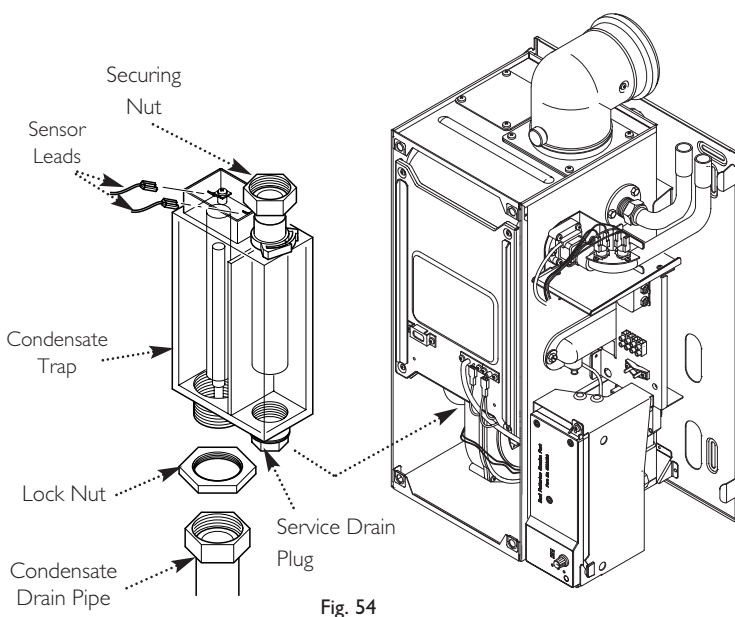

Fig. 54
13.9 Condensate Trap (Fig. 54)